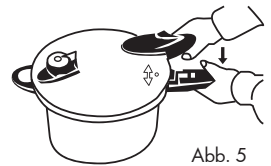

Abb. 5
2. Drücken Sie leicht auf den Deckel und drehen Sie ihn im Uhrzeigersinn, bis sich die beiden Griffe miteinander auf einer Höhe befinden (Abb. 5).